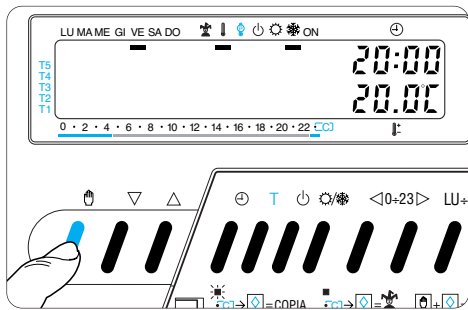

Fig. 15
4.1 - Premere il pulsante  (fig. 15).